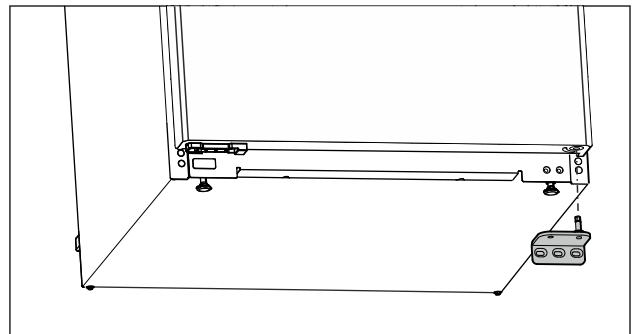

Fig. 16
- ▶ Ležajni podstavek snemite navzdol. (glejte Fig. 16)